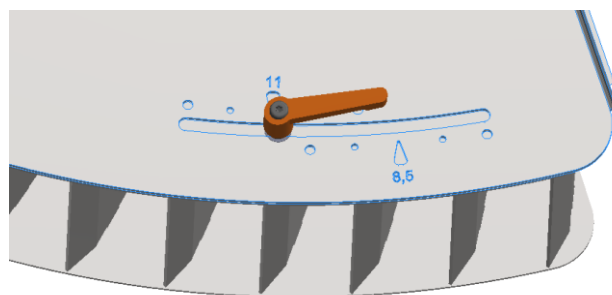

Figura 6.16 – Limitador de bordas lateral **Posición 11**
- Afloje las manillas - **B** - y deslice el bloque de aletas hasta que la manilla derecha quede alineada con la posición 11 (figura 6.16),